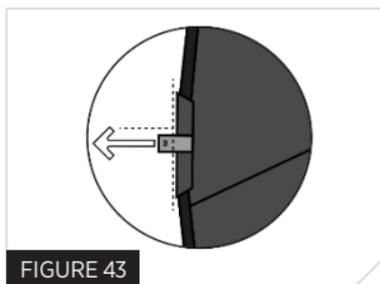

FIGURE 43
22. Assurez-vous que le cordon de rupture rouge est perpendiculaire à la fermeture éclair (Fig. 43) et qu'il est visible et facilement accessible si le gonflage buccal de votre dispositif de flottaison est nécessaire (voir « Gonfler votre VFI », page 12).